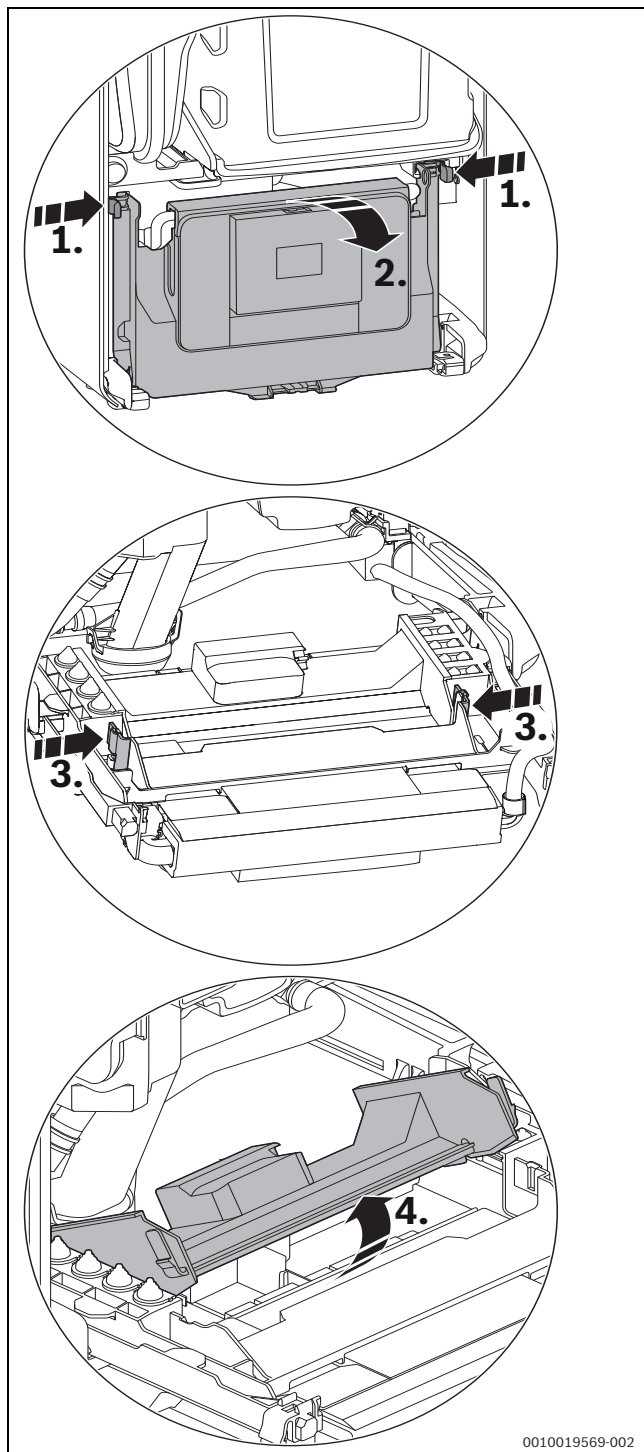

Fig. 26 Abrir o aparelho de comando
- ▶ Inclinar o painel de controlo para baixo (→ fig. 26).